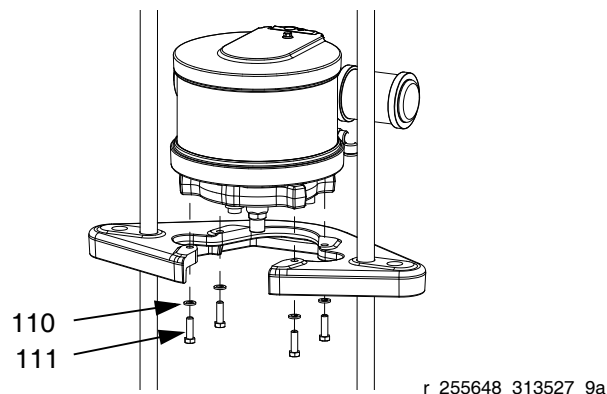

ABB. 25: NXT 200-1800 mit 55-Gallonen-Folgeplatte
- b. Für NXT 200-1800 mit 55-Gallonen-Folgeplatte (D200 3"-Zufuhrgeräte und D200s 6,5"-Zufuhrgeräte): Schrauben (111) und Unterlegscheiben (110) entfernen, mit denen Motor an Befestigungsplatte gesichert ist. Siehe ABB. 25.
2. Für NXT200-1800: Motor mit Schrauben (111) und Unterlegscheiben (110) an Halterung befestigen. Siehe ABB. 25 auf Seite 27.
- b. Druckluftschlauch an Motor anschließen. Wird Remote DataTrak verwendet, alle elektrischen Verbindungen zum Druckluftmotor wieder herstellen. Siehe ABB. 25 auf Seite 27.
3. Druckluftschlauch an Motor anschließen. Wird Remote DataTrak verwendet, alle elektrischen Verbindungen zum Druckluftmotor wieder herstellen. Siehe ABB. 25 auf Seite 27.